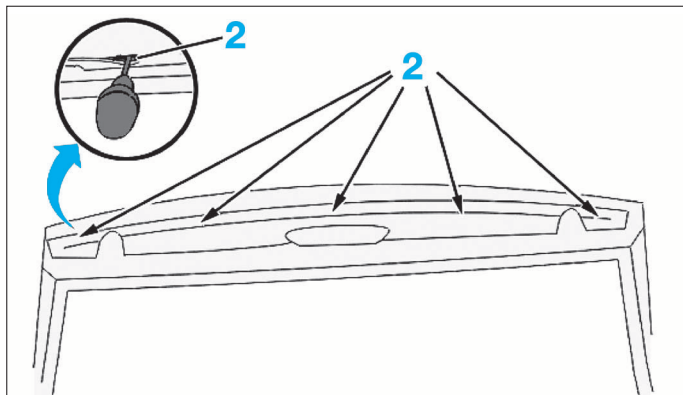

FIG. 93
- Dégrafer les fixations (2) sur arrière du toit (Fig.93).